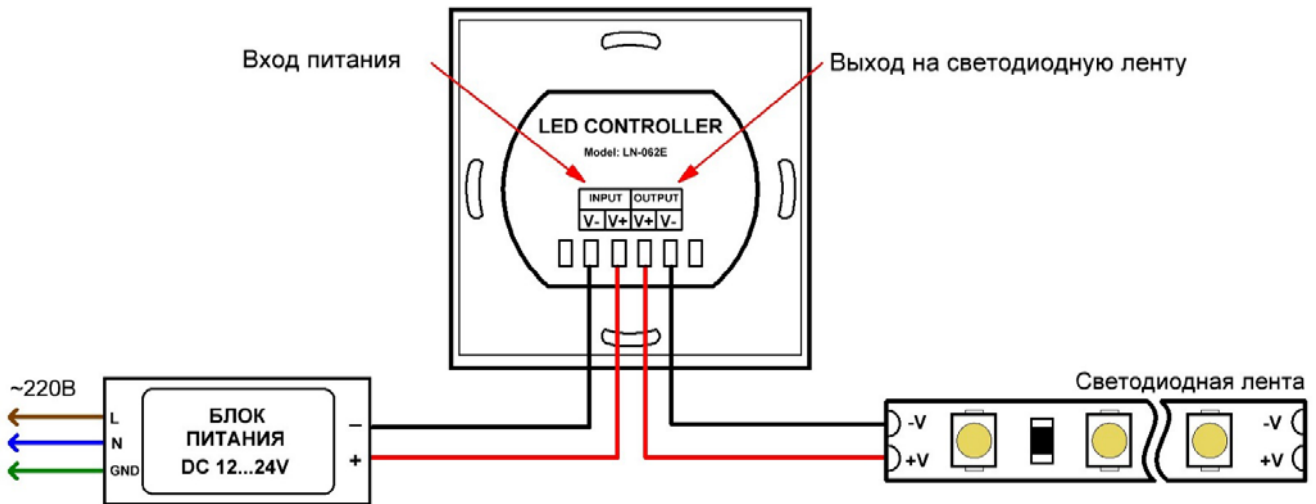

Рис.1. Схема подключения панели
- 3.2. Подключите светодиодную ленту или другой светодиодный источник света к выходу **OUTPUT** диммера, согласно схеме (Рис.1.) и маркировке на корпусе. Соблюдайте полярность подключения проводов.